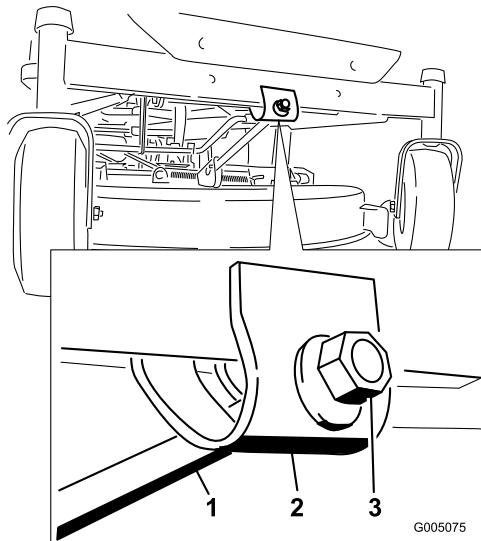

Figura 42
- Per regolare l'inclinazione longitudinale della lama, ruotate il dado di regolazione nella parte anteriore del tosaerba (Figura 42).